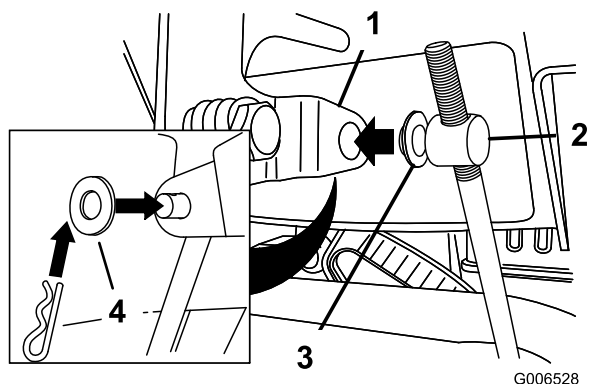

Рисунок 5
3. Установите плоскую шайбу на цапфу (Рисунок 5).
6. Поднимите шток управления скоростью и вставьте цапфу в отверстие рычага переключения скоростей (Рисунок 5).
- B. Отсоедините цапфу от рычага переключения скоростей (Рисунок 5).
- C. Поверните цапфу на птоке управления скоростями вниз (по часовой стрелке) (Рисунок 5).
- D. Присоедините цапфу к рычагу переключения скоростей (Рисунок 5).
- C. Поверните цапфу на птоке управления скоростями вверх (против часовой стрелки) (Рисунок 5).